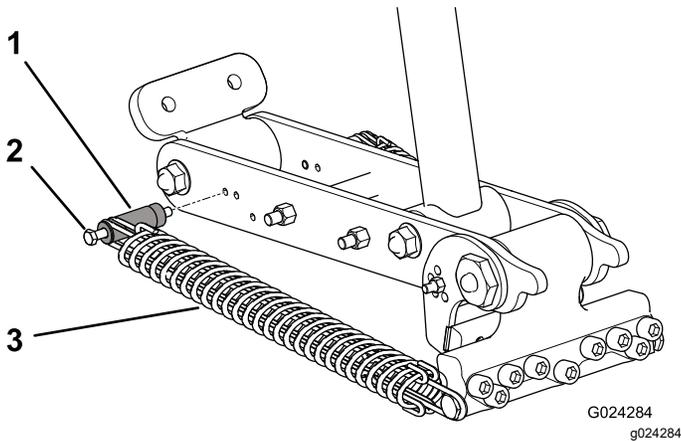
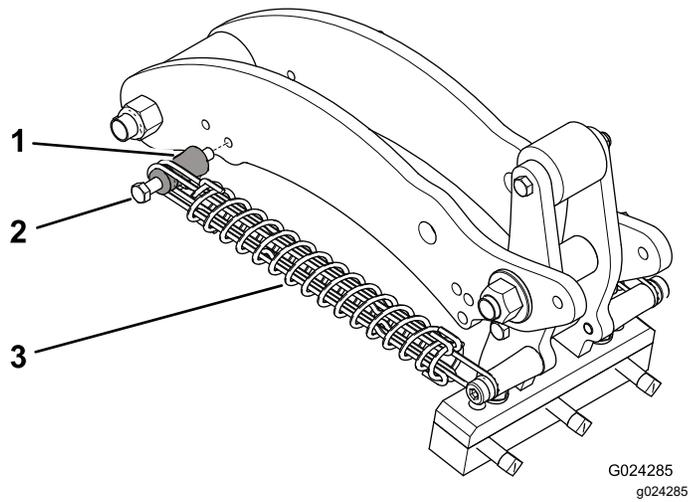

Figura 39
Figura 40
4. Retire la tuerca que sujeta el perno del anclaje del muelle al brazo de acoplamiento (Figura 39 o Figura 40).
5. Retire el perno y el anclaje del brazo de acoplamiento y colóquelos en el otro orificio de ajuste (Figura 39 o Figura 40).